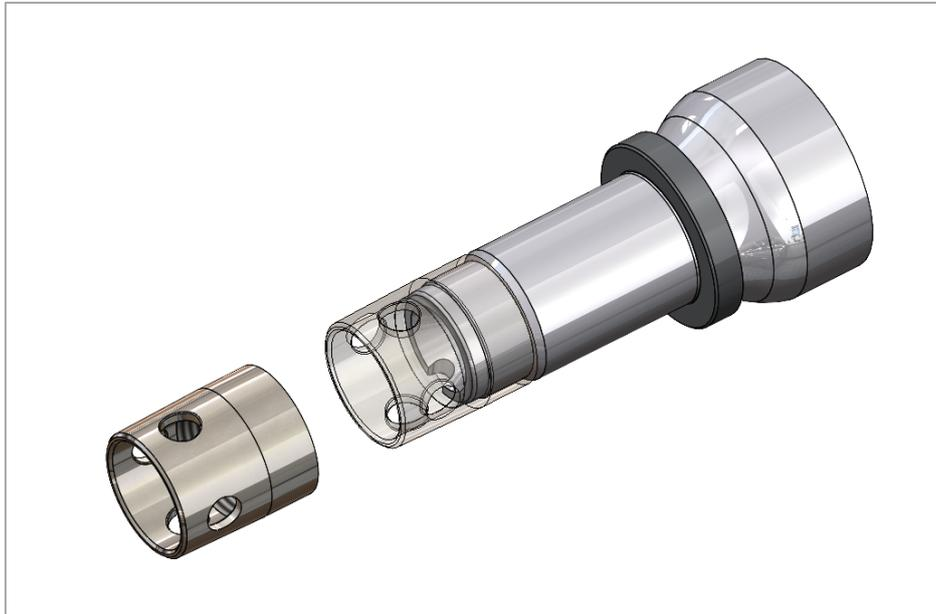

Рис. 8. Установка муфты защиты на резьбу цапфы
1) Установите муфту защиты на резьбу цапфы (рис. 8)